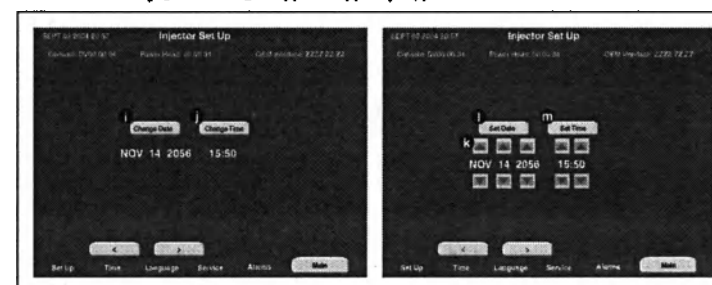

Рисунок 3-1-14 Настройка времени и даты
Клавиша [Time] (Время) (7) - С помощью этой клавиши пользователь имеет возможность задавать время и дату. См. рисунок 3-1-14.
См. рисунок 3-1-14.